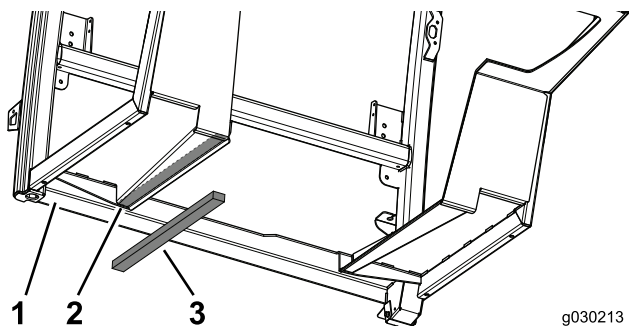

Figura 10
1. Aplique um dos vedantes do piso ao lado esquerdo da cabina (Figura 10).